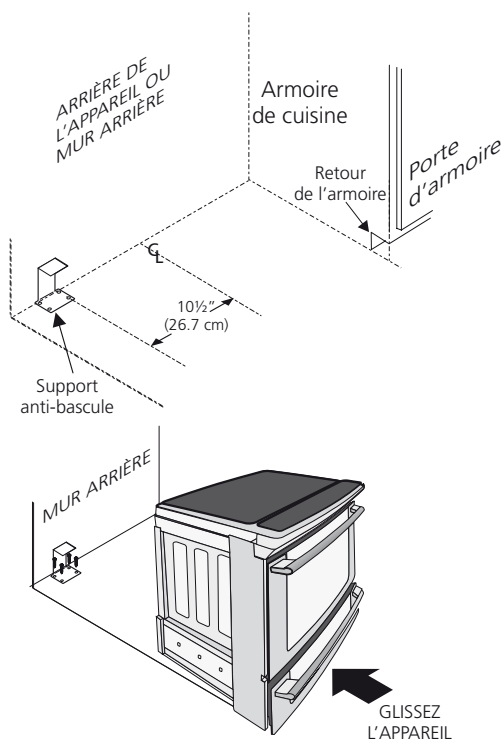

Figure 12
2. Dépliez le gabarit de papier et placez-le à plat sur le plancher, l'avant et les extrémités des côtés exactement sur la ligne préalablement tracée (utilisez le diagramme ci-dessous pour localiser le support anti-bascule si le gabarit de papier n'est pas disponible (Figure 12)).
6. Remplacez la cuisinière en la faisant glisser, en vous assurant que la patte centrale s'agrippe au support anti-bascule (Figure 12). Abaissez l'appareil en ajustant les vis et les dispositifs de nivellement jusqu'à ce que le dessous de la surface vitrifiée touche à peine le dessus du comptoir. Référez-vous à la section mise à niveau de la cuisinière.